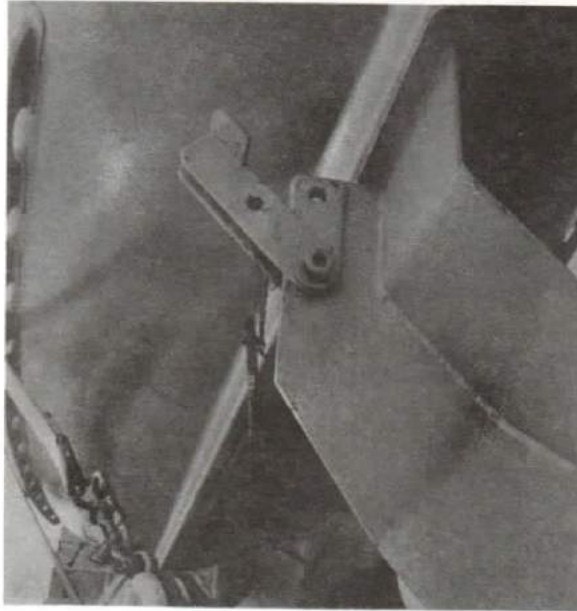

Figure 12-8
2. From Figures 12-8 to 12-10 it will be seen that the keel rests in the keel chock and the gunwale against the griping pad when the davits are turned in. Turning in or out is accomplished by two men turning the two cranks in unison. Turned in, the boat is held against the griping pad by canvas gripes, see Figure 12-8, which cross diagonally outboard. Turned out, the boat is in a position to be lowered without touching the ship's side.
2. On voit aux figures 12-8 à 12-10 que la quille repose sur un accotoir de quille et que le plat-bord vient s'appuyer contre un tampon de fixation, lorsque les bossoirs sont rentrés. La rentrée ou la sortie des bossoirs est effectuée par deux hommes qui tournent simultanément les deux manivelles. Lorsque le bossoir est rentré, l'embarcation est maintenue contre le tampon d'accorage par des saisines de toile qui se croisent en diagonale à l'extérieur (voir la figure 12-8). Lorsque le bossoir est sorti, l'embarcation peut être amenée sans toucher le flanc du navire.